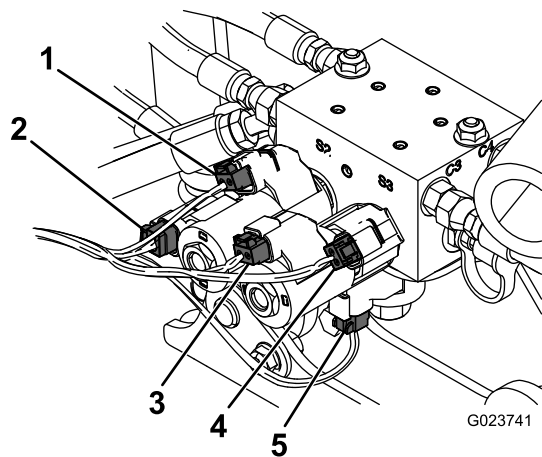

Рисунок 21
5. Подсоедините жгут проводов к гидравлическому блоку, как показано на Рисунок 21.